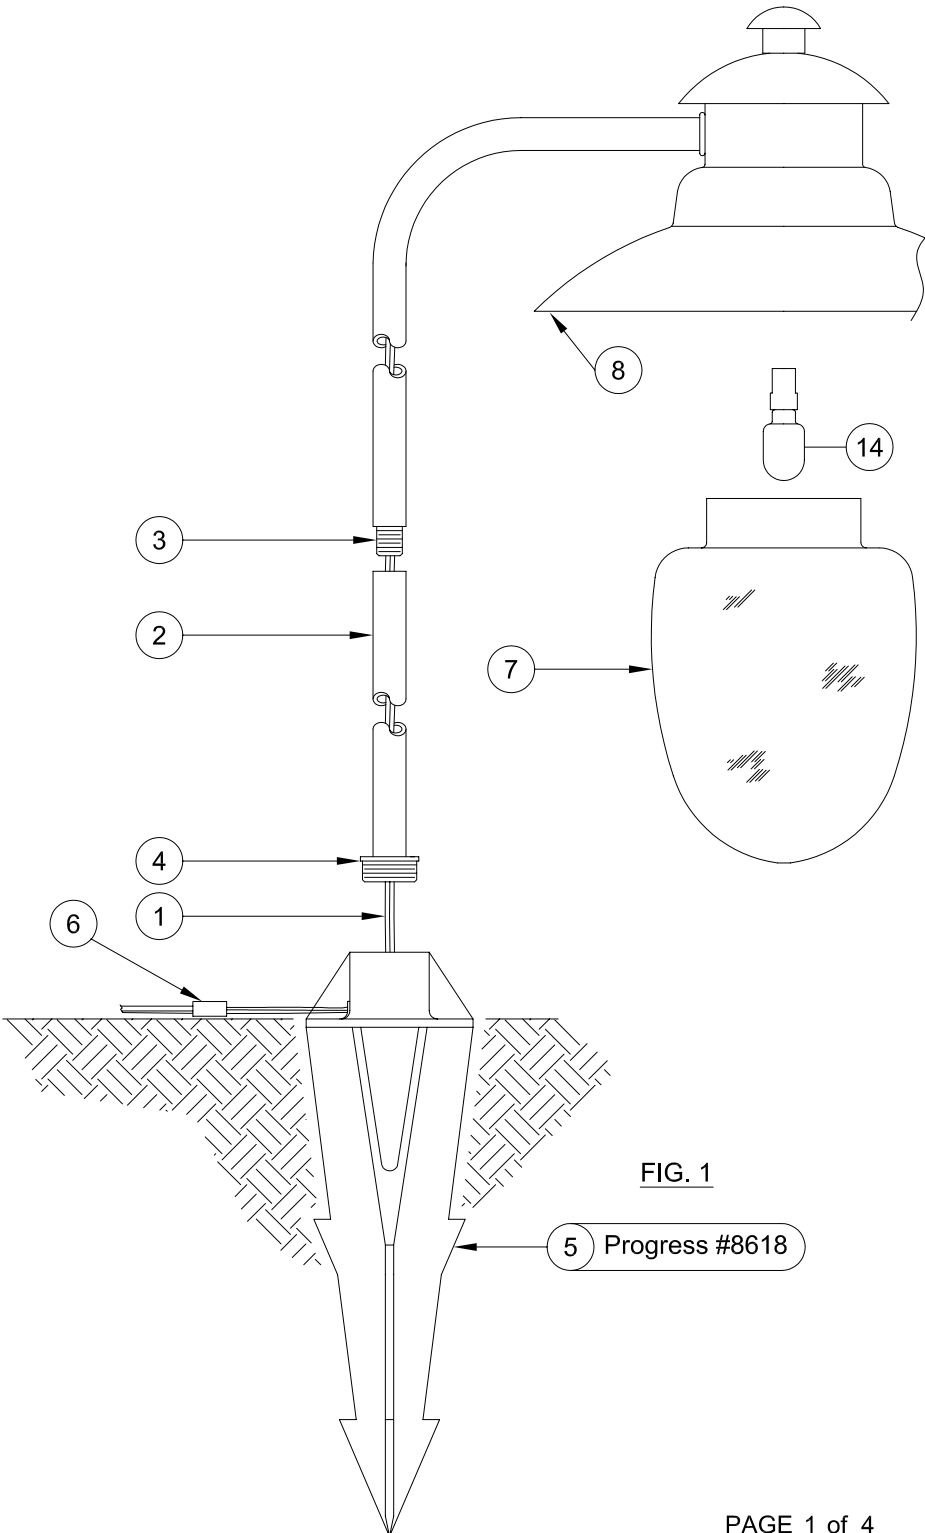

FIG. 1
- 1.- Slip Fixture Wires (1) through Stem (2) and down through top opening of Ground Stake (5). Thread Stem (2) onto Nipple (3).
- 2.- Thread Adapter (4) firmly down into Progress 8618 Ground Stake (5) and make connections to supply wires using Wire Connector (6) as shown (Figure 1). Push stake down into ground until top of stake is even with grade (Figure 1).
3.- Install Lamp (14) 12 volt, 18 watt wedge base (T-5, #921).
4.- Thread Glass Diffuser (7) into Shade (8).
1.- Deslice los alambres del aparato de luz (1) por el vástago (2) y hacia abajo por la abertura más alta en la estaca (5). Enrosque el vástago (2) en la boquilla roscada (3).
2.- Enrosque firmemente el adaptador (4) en la estaca a tierra Progress 8618 (5) y haga las conexiones de los alambres de suministro usando el tubo de empalme (6) como se muestra (Fig. 1). Empuje la estaca hacia abajo en el terreno hasta que la parte superior de la estaca quede al ras del suelo (Figura 1).
3.- Instale una bombilla (14) de 12 voltios, con un casquillo en cuña a de 18 vatios (T-5, #921).
4.- Enrosque le difusor de vidrio (7) en la pantalla (8).
1.- Faites glisser les fils du dispositif d'éclairage (1) par la tige (2) et vers le bas par l'ouverture la plus haute du pieu (5). Vissez la tige (2) dans la tige fileté e (3).
2.- Vissez bien l'adaptateur (4) sur un pieu Progress 8618 (5) et effectuez les connexions aux fils d'alimentation à l'aide le raccord (6) selon le diagramme (Figure 1). Enfoncez le pieu dans la terre jusqu'à ce que le dessus du pieu reste au ras du sol (Figure 1).
3.- Installez une lampe (14) de 12 volts, à culot en forme de coin de 18 watts (T-5, #921).
4.- Vissez le diffuseur en verre (7) dans l'abat-jour (8).